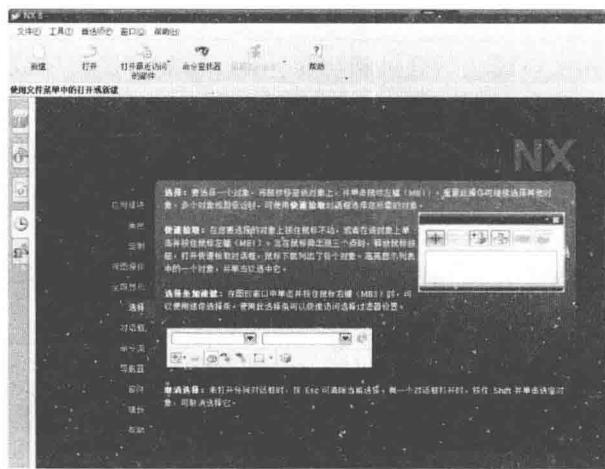

图 1-14 UG 基本环境
- (1) 在电脑左下角依次单击【开始】—【所有程序】—【Siemens NX8.0】—【NX8.0】，启动UG软件，进入UG的基本环境，如图1-14所示。
- (2) 鼠标单击左侧的角色图标 ，在左侧弹出的【角色】对话框中选择本次操作的使用角色为【基本功能】。在软件的操作过程中都可以进行角色的更改。